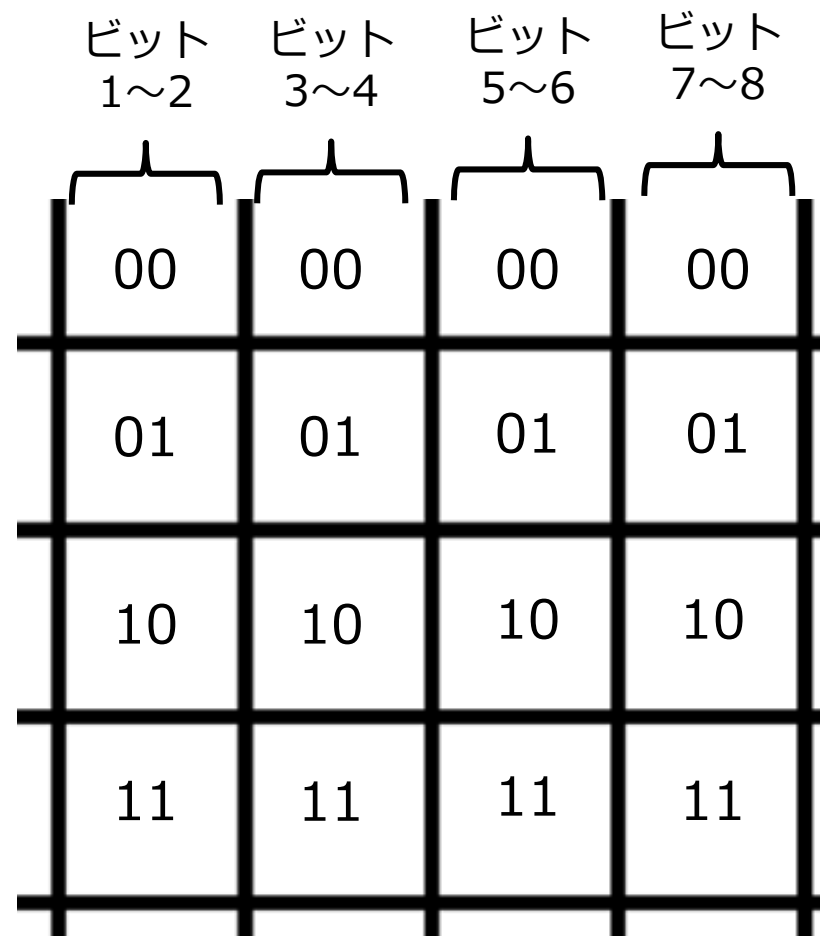

図3. ボード上のブロックと格子番号
- バーコードのビット位置（両端を含まず）に対して、各列が図3のように割り当てられます
- 各列の格子には、図3のように、バーコードのビットの値に合わせた00～11までの格子番号が振られています